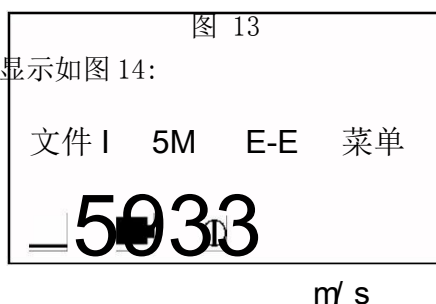

图 14
- c. 按 **VEL** 键显示出被测声速,显示如图 14: